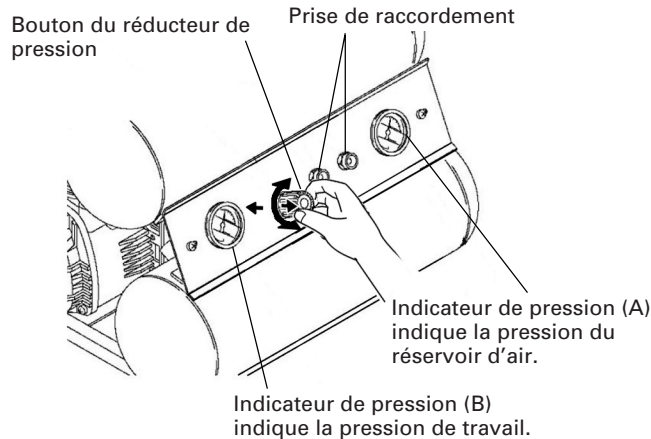

Fig. 6
Visser le coupleur pneumatique sur la prise de raccordement (Voir Fig. 1 et Fig. 6). La prise de raccordement est d'un diamètre de 3/8".
Un indicateur de pression (B) permet de visualiser quand la valeur désirée est atteinte; pour verrouiller le bouton appuyer à fond dessus (Voir Fig. 6).